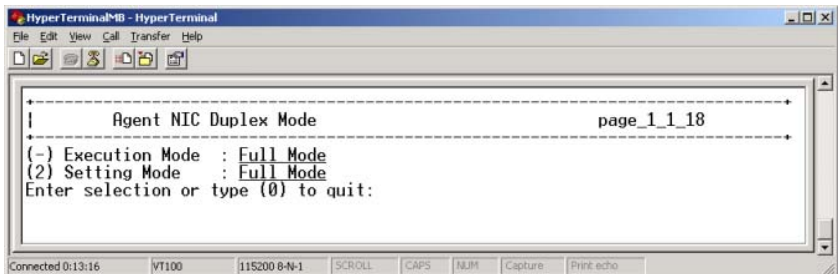

Bild 21: Menü „Agent NIC Duplex Mode“
- i** Der LAN-Controller des Management-Blade läuft nur mit 10 Mbit/sec. Der Duplex-Modus muss manuell über die Maske *Agent NTC Duplex Mode* definiert werden (siehe Bild 21 unten).